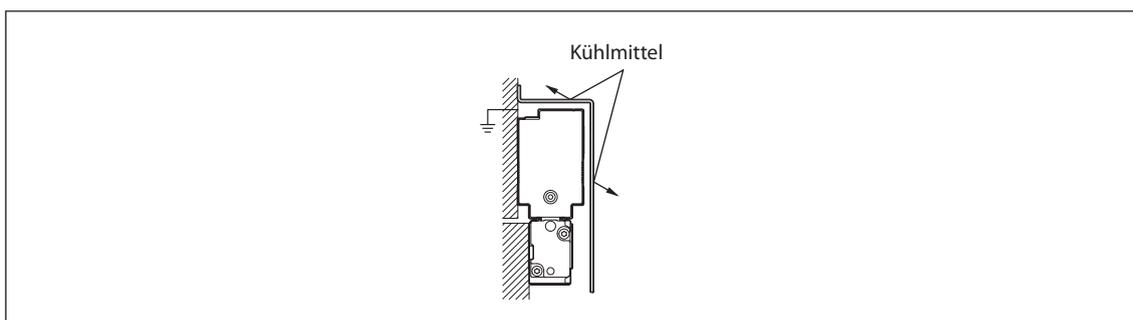

Abb. 2-2
- Bitte beachten Sie, dass der Maßstab beschädigt wird, falls der Schieber über die effektive Länge (L) hinaus bewegt wird.
- Bringen Sie in Umgebungen, wo Kühlmittel direkt auf den Maßstab spritzen kann, eine Abdeckung am Maßstab an, um ihn vor Spritzern zu schützen. (Abb. 2-2)